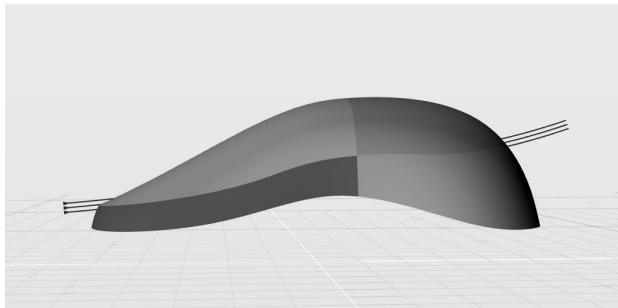

图 5-191 构建两条偏移曲线
1) 将“曲线 03”从全局浏览器中取消隐藏。使用“曲线偏移”工具对该曲线进行偏移。这里需要进行两次偏移操作，一次设置偏移值为“0.1”，一次设置偏移值为“-0.1”，如图 5-191 所示。